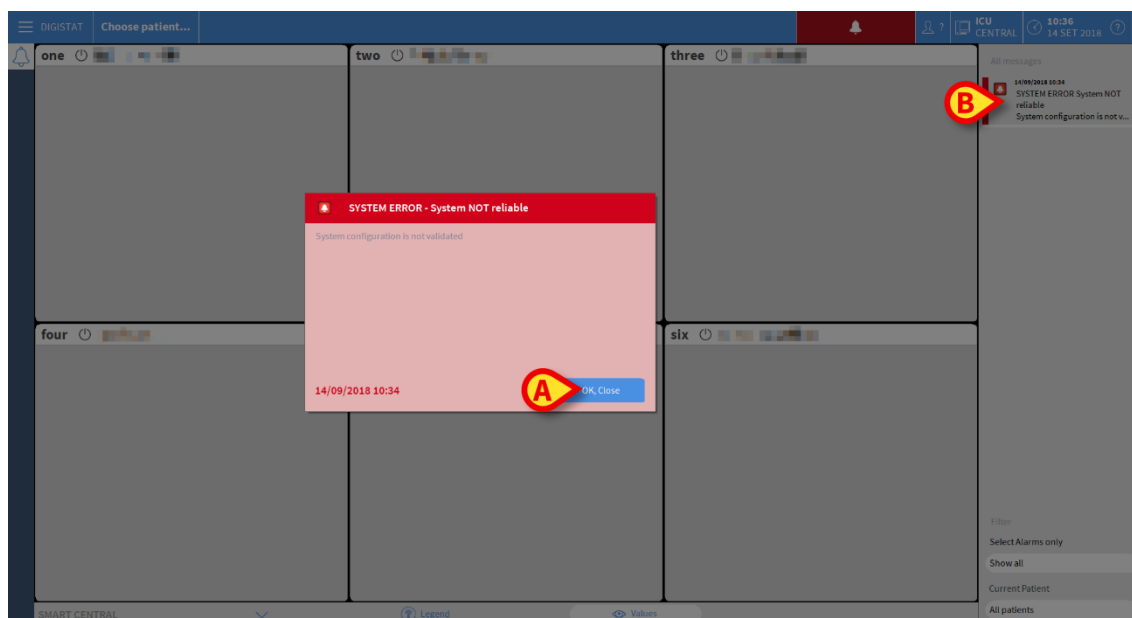
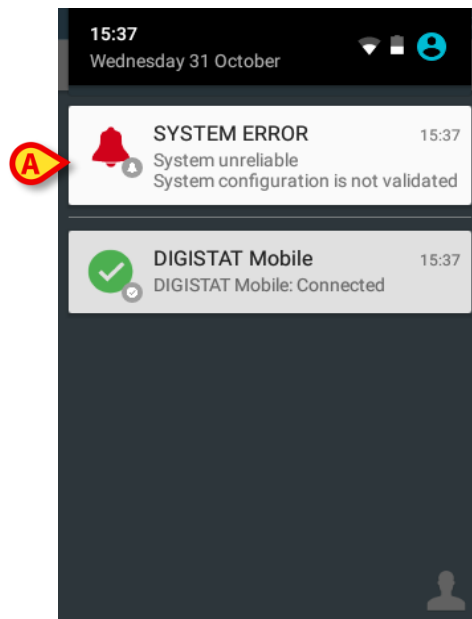

Fig 4 - Sistemul nu este fiabil (desktop)
Fig 5 - Sistemul nu este fiabil (mobil)
În cazul în care sistemul devine nefiabil, se transmite o notificare specifică „Eroare de sistem” pe stațiile de lucru desktop (Fig 4), pe dispozitivele portabile (Fig 5) și pe turnul de alarmă cu lumini opțional (lumină roșie aprinsă, sunet de alarmă).
Pe stațiile de lucru desktop, notificările rămân pe bara laterală (Fig 4 B) până la eliminarea cauzelor de nefiabilitate și până când sistemul este din nou fiabil. În toate paturile implicate cu lipsa de fiabilitate datele despre pacient nu sunt afișate decât atunci când sistemul este din nou fiabil.
- Faceți clic pe **Ok, Închidere** pe notificare pentru a o confirma (Fig 4 A).
Pe dispozitivele mobile, se transmite următoarea notificare (Fig 5 **A**). De asemenea, se transmite o alarmă sonoră/vibrație.
- Glisați notificarea în jos pentru a o confirma pe mobil (Fig 5 **A**). După aceea, sunetul/vibrația se oprește.